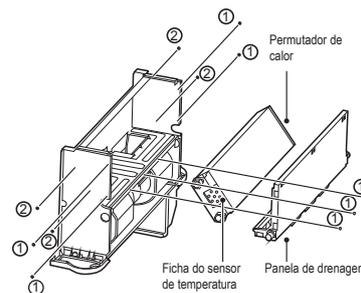

Figura 4-8 Remoção da bandeja de drenagem e do permutador de calor
- Como mostrado na Figura 4-8, remova os parafusos ① \*7 para retirar a bandeja de drenagem. Em seguida, remova os parafusos ② \*4 para retirar o permutador de calor.